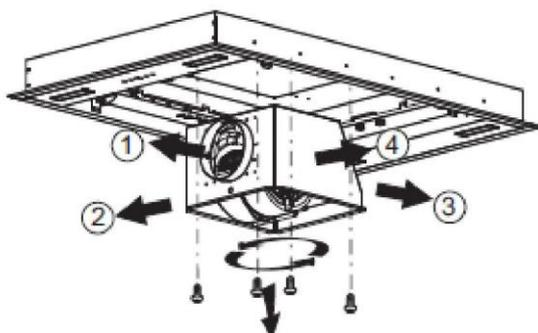

Fig. 8
6. Comme le montre la fig. 8, choisissez le sens de la sortie ①/②/③/④